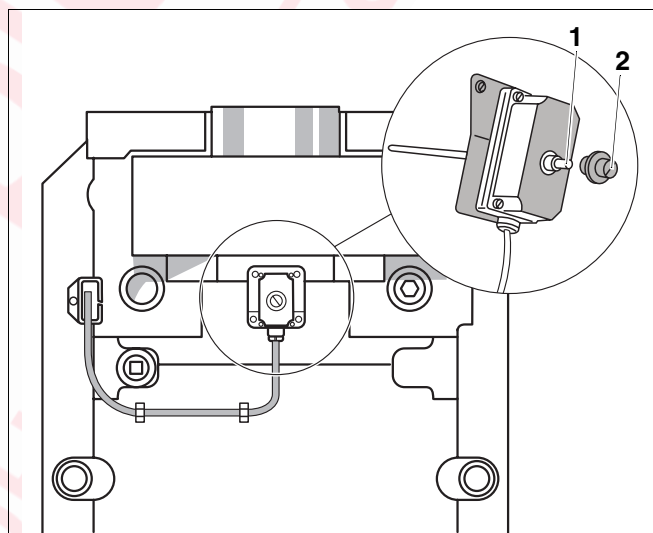

Рис. 3 Система контроля дымовых газов AW 10
- На системе дымовых газов AW 10 (рис. 3) примерно через две минуты снимите защитный колпачок (рис. 3, поз. 2) и нажмите разблокировочный штифт (рис. 3, поз. 1).